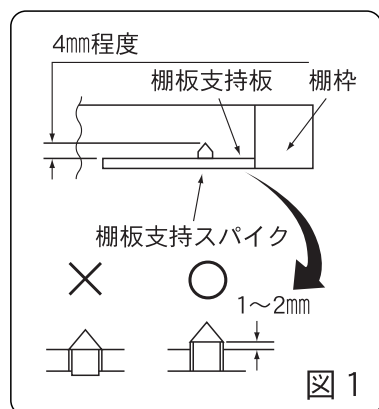

図 1
③前面の1ヶ所および後面の2ヶ所は図1のようにスパイクを基準の高さに設定します。各段について同様に行います。